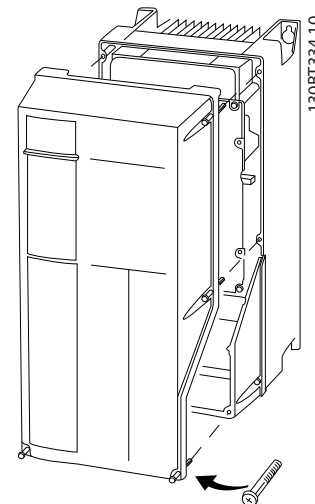

Рисунок 2.10 Доступ к подключению элементов управления в корпусах А4, А5, В1, В2, С1 и С2
- Или снимите переднюю крышку, ослабив крепежные винты. См. Рисунок 2.10.